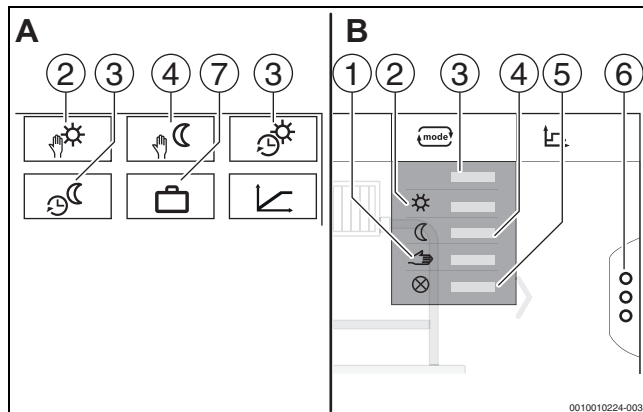
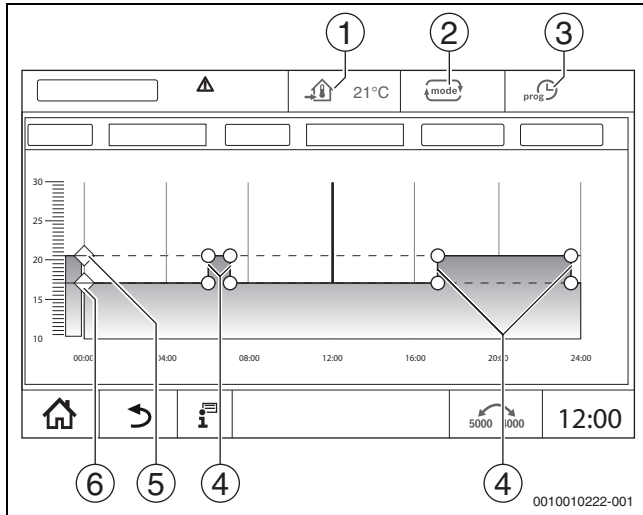

Рис. 37 Виды режимов работы
Рис. 38 Изменение Автоматический пониженный режим во временной программе
Для режимов работы (→ рис. 38, [2], стр. 64) и расширенных функций (→ рис. 37, [6], стр. 37) можно задать собственные температуры и критерии переключений. Настройки можно выполнять отдельно для каждого отопительного контура и для каждого режима работы.
- **Ручной режим отопления** (→ рис. 37, [2])
- **Ручной пониженный режим** (→ рис. 37, [4])
- **Отпуск** (→ рис. 37, [7])
Автоматический режим отопления предварительно задается через параметры в сервисных меню. Параметры можно изменить в программе работы по времени (→ рис. 38, [4], [5], стр. 64).
Автоматический пониженный режим предварительно задается через параметры в сервисных меню. Параметры можно изменить в программе работы по времени (→ рис. 38, [4], [6], стр. 64).
- Измените значения температуры смещением точек (→ рис. 38, [5], [6]).